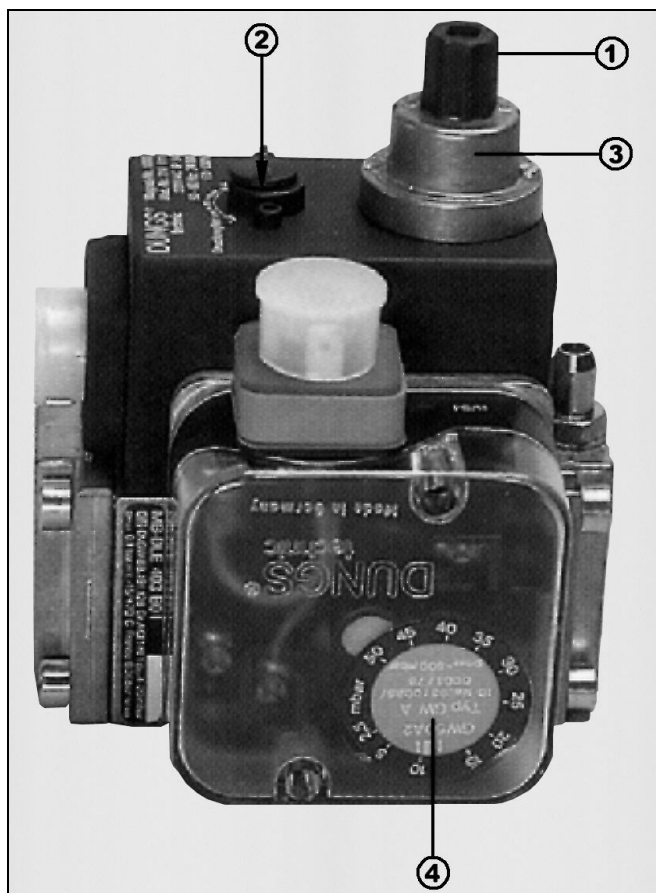

Рис. 5: Газовая арматура одноступенчатая
1. Закрыть шаровой кран, открыть измерительные штуцеры Pe и Pa (см. Рис. 5).
Необходимо соблюдать следующие требования при установке объема газа на газовой арматуре (см. Рис. 5):
Необходимо соблюдать следующие требования при установке объёма газа на газовой арматуре (см. Рис. 5):
- 2. Магнитный клапан Класс А, медленное открытие, быстрое закрытие, с возможностью настройки пускового и основного количества газа (Газовая арматура одноступенчатая, Рис. 5)